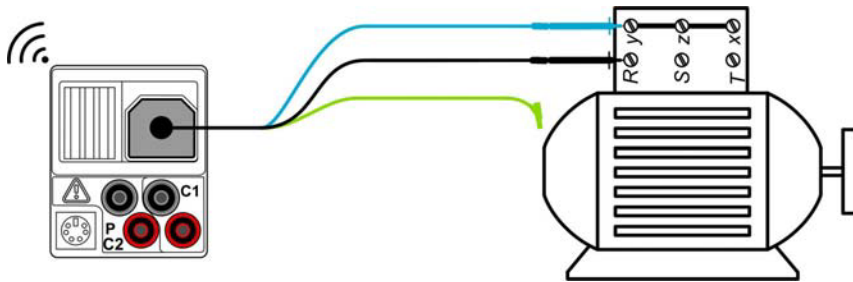

Bild 5.11:
- **Schließen** Sie die Prüfleitungen am **Prüfling an** (siehe *Bild 5.11*).